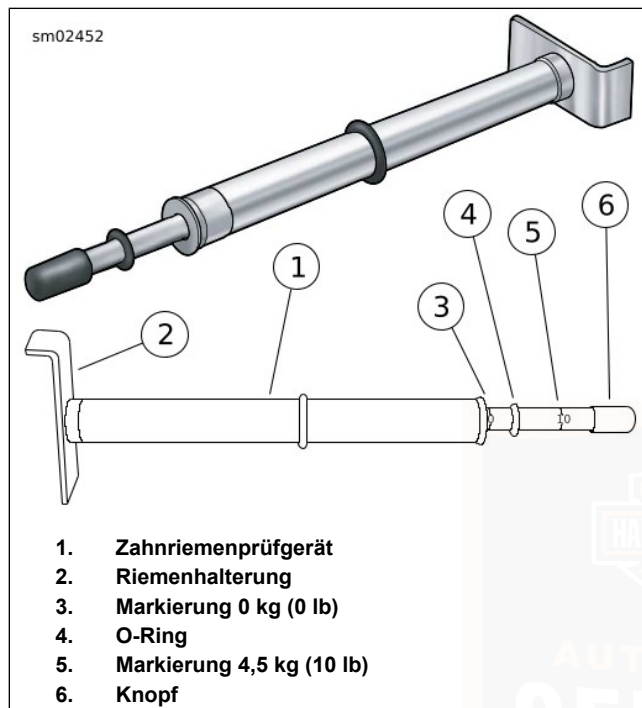

Abbildung 115. Zahnriemenprüfgerät
3. Siehe Abbildung 115. Messung der Riemendurchbiegung mit: